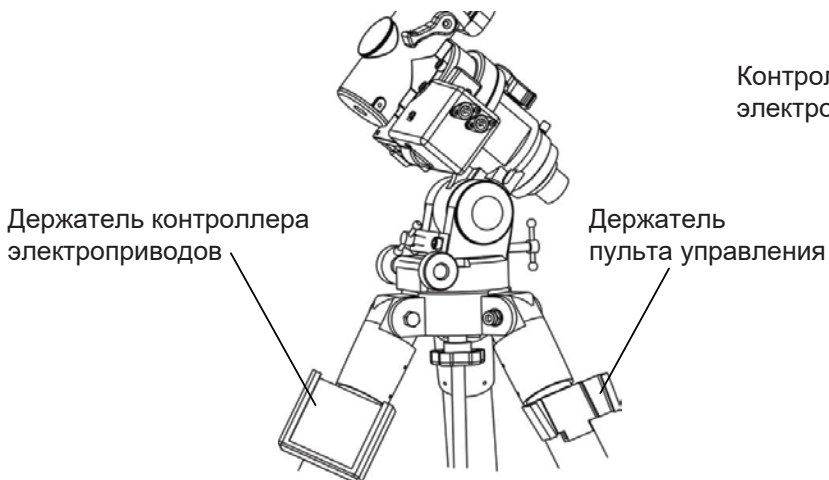

Рис. 6
2.4 Установка компонентов системы автонаведения (рис. 6 и 7)